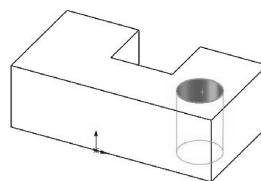

图 3-2 拉伸减材料特征
- **基础特征（减材料）：**与加材料特征类似，也是基于草图的特征，不同的是，加材料是叠加运算的结果，减材料特征是在加材料特征中进行求差运算后的结果。图 3-2 为利用【拉伸切除】命令创建的拉伸减材料特征（切除孔）。